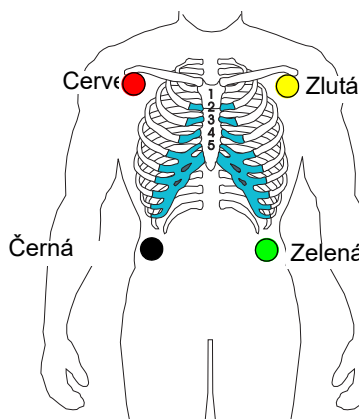

Fig. 4.4 4vodičový kabel
1. Aplikujte elektrody podle znázornění na Fig. 4.4.
1. Aplikujte elektrody 4vodičového kabelu EKG podle znázornění na Fig. 4.4.